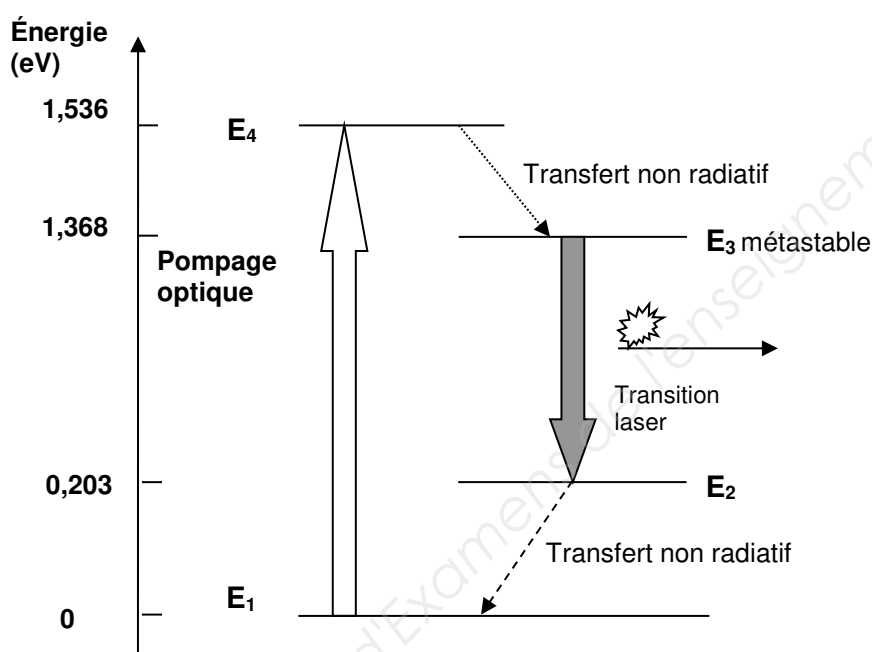

Figure 4 : mécanisme d'émission à quatre niveaux
- A.1 Le mécanisme d'émission de ce laser est un système à quatre niveaux (figure 4). Vérifier que la longueur d'onde de la radiation émise par le laser, λ_e , est bien celle donnée en annexe 1. Préciser le domaine d'appartenance de cette radiation.